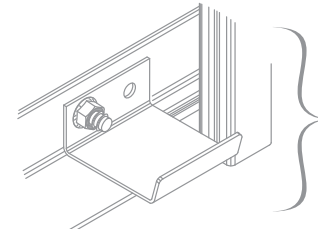

FIGURA 11
PASO 8: PLACAS DE TOPE, PICAPORTE(S) Y CUERDA PARA JALAR
- Coloque la placa de tope en cada extremo del interior de la barra inferior utilizando un tornillo y una tuerca móviles de 1/4-20 x 1/2". **Consultar figura 11.**